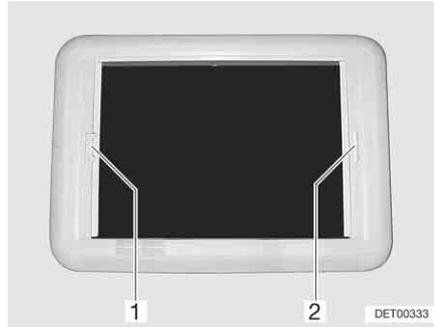

Fig. 60 Claraboya Heki, bloqueo de la persiana
- Tirar del tirador (Fig. 60,2) de la persiana oscurecedora enrollable hacia el asidero opuesto de la mosquitera enrollable (Fig. 60,1) y hacerlos engatillar.
- Con la otra mano, presionar el listón de desbloqueo en el tirador de la mosquitera enrollable (Fig. 60,1), en dirección al tirador. Se suelta el bloqueo.
- Tirar del asidero (Fig. 60,1) de la mosquitera enrollable hacia el asidero opuesto de la persiana oscurecedora (Fig. 60,2) y hacerlos engatillar.
- Sujetar la mosquitera enrollable (Fig. 60,1) por el tirador y empujar el listón de desbloqueo en dirección del asidero. Se suelta el bloqueo.